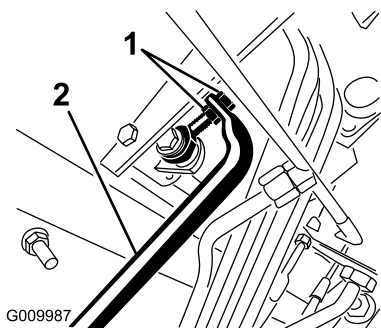

Figura 75
5. Ajuste as porcas de segurança na extremidade da barra da bomba para mover o tubo de controlo da bomba para a frente e eliminar o risco de deslizamentos para a frente, ou para trás para eliminar os deslizamentos para trás (Figura 75).